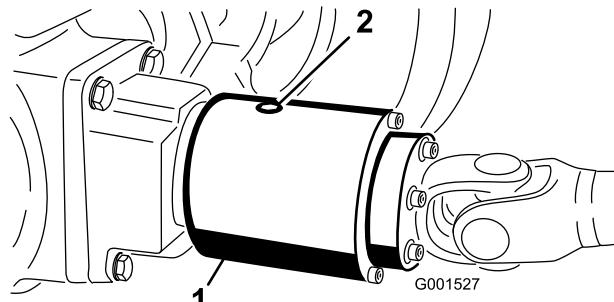

Figura 60
2. Rode a embraiagem (Figura 60) para alinhar o tampão de verificação na posição das 4 horas.